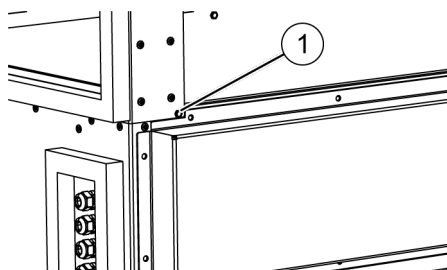

Abb. 32: Ober- und Unterteil verschrauben
- 18.** Ober- und Unterteil an allen 4 Ecken mit den Blechschrauben (Abb. 32/1) miteinander verschrauben.